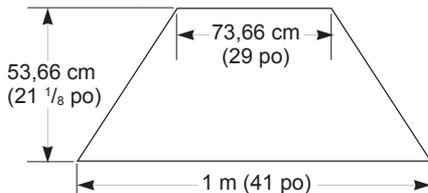

Figure 3 - Dimensions inférieures du foyer
- Si vous voulez installer votre foyer directement sur de la moquette, des carreaux en vinyle ou toute autre matière combustible autre que le bois, vous devrez l'installer sur un panneau en métal ou en bois couvrant toute l'étendue et la profondeur du foyer. Voir figure 3.